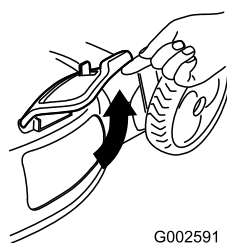

Figura 32
2. Levante la puerta de descarga lateral (Figura 32).